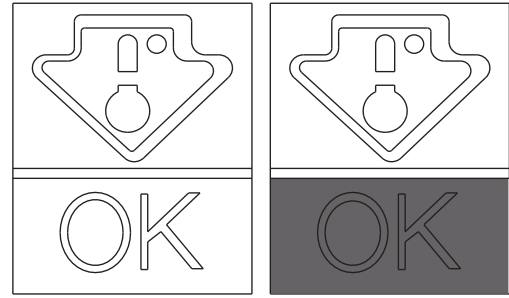

Fig. 6
• Per preservare il sapore, le proprietà nutritive e la freschezza degli alimenti, è consigliabile conservarli nel comparto frigorifero come mostrato in Fig. 6, avvolgendoli in fogli di alluminio o di plastica o collocandoli in adeguati contenitori chiusi per evitare la contaminazione reciproca.
Accertarsi che sia chiaramente visibile l'OK sull'indicatore della temperatura (Fig. 6).